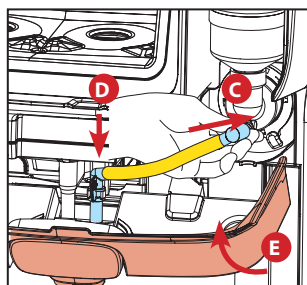

Fig. 5
4. Udskift røret på blandeskålen (C), og tryk udløbsdysen på blandebakken. Luk panelet (E), og automaten vender automatisk tilbage til normale udskænkingsfunktioner. (Se fig. 5)